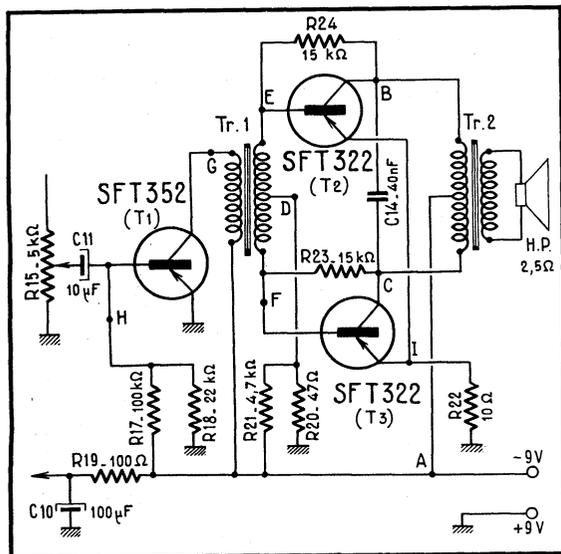

Fig. 28. — Amplificateur B.F. classique à trois transistors, sans compensation thermique pour le préamplificateur.
C'est le schéma de la figure 28, tout à fait classique, qui constitue, à quelques détails près, la partie B.F. de beaucoup de récepteurs à transistors. Il comprend un étage préamplificateur, équipé d'un transistor T_1 , et un étage final de puissance, un push-pull classe B, utilisant deux transistors identiques, T_2 et T_3 .
aux différents points du schéma de la figure 28. Nous indiquons, une fois pour toutes, que ces tensions sont négatives par rapport à la masse.
D. — Polarisation de l'étage final, obtenue par le diviseur de tension R_{21} - R_{20} . Dans le cas de la figure 28 cette tension est de 0,12 V. On doit la mesurer avec beaucoup de soin, car c'est elle qui fixe le courant de repos du push-pull, place en quelque sorte son point de fonctionnement et influe sur le taux de distorsions ;
I. — Une résistance de très faible valeur est généralement placée dans le circuit d'émetteurs de l'étage final, et constitue un élément de compensation thermique supplémentaire (R_{22} , fig. 28). La tension que l'on trouve, au repos, à ses bornes est toujours très faible, mesurable uniquement sur la sensibilité 100 mV : quelque 16 mV dans le cas de la figure 28. A puissance moyenne, lorsque le courant collecteur de l'étage final augmente, cette tension augmente aussi, et atteint 110-120 mV.
Par exemple, si nous opérons sur le montage de la figure 28, et que nous voulons vérifier la valeur de R_{13} , il faut connecter le « plus » au point **H** et le « moins » à la masse. De même, pour la mesure d'une résistance telle que R_{24} , le « plus » sera réuni au point **E** (base) et le « moins » à **B** (collecteur).
Voici maintenant quelques indications pratiques concernant les mesures dans le cas du montage de la figure 28.
Enfin, si l'on mesure aux bornes de R_{18} , avec le « moins » à la masse, on trouve également 20 k Ω environ. Ne pas essayer de mesurer dans l'autre sens, du moins dans le cas particulier de la figure 28, où le transistor T_1 ne possède aucune résistance d'émetteur. Un ohmmètre branché aux bornes de R_{18} équivaut alors à une source de tension connectée directement à la jonction émetteur-base. Le résultat dépend de la résistance que l'on trouvera en série, c'est-à-dire de la résistance propre de l'ohmmètre sur la sensibilité utilisée.
Le schéma de la figure 28 étant classique dans ses grandes lignes, il peut être intéressant de connaître ses variantes que nous pouvons rencontrer dans la pratique.
compte facilement qu'entre les schémas des figures 28 et 30 la différence réside uniquement dans l'adjonction d'un étage préamplificateur supplémentaire pour le montage de la figure 30. Nous remarquons, cependant, deux particularités :
1. — Au lieu d'avoir une résistance unique pour les deux émetteurs de l'étage final, nous avons ici deux résistances séparées (R_{20} et R_{21}). Cette façon de faire ne se justifie par aucune considération valable, et la solution de la figure 28 est toujours préférable. On peut même ajouter que, très souvent, une résistance commune telle que R_{20} est d'une valeur inférieure à 10 Ω : 4,7 à 6,8 Ω ;
Aux point **B** et **C** la tension est pratiquement la même qu'en **A**. Voir ce que nous avons dit à ce sujet à propos de la figure 28.
Au point **D** on trouve une tension de 0,26 V environ, c'est-à-dire nettement supérieure à ce que nous avons mesuré dans le cas de la figure 28. Les bases étant plus négatives, le courant de collecteur sera plus élevé et nous devons nous attendre à trouver, en **I** et **J**, une tension appréciable. Nous mesurons, en effet, 88 mV en **I** et 74 mV en **J**.
Si nous mesurons, sans rien modifier au montage, la polarisation réelle des bases du push-pull, nous trouverons 0,3 V en **F** et 0,29 V en **E**. Mêmes commentaires qu'à propos de la figure 28.